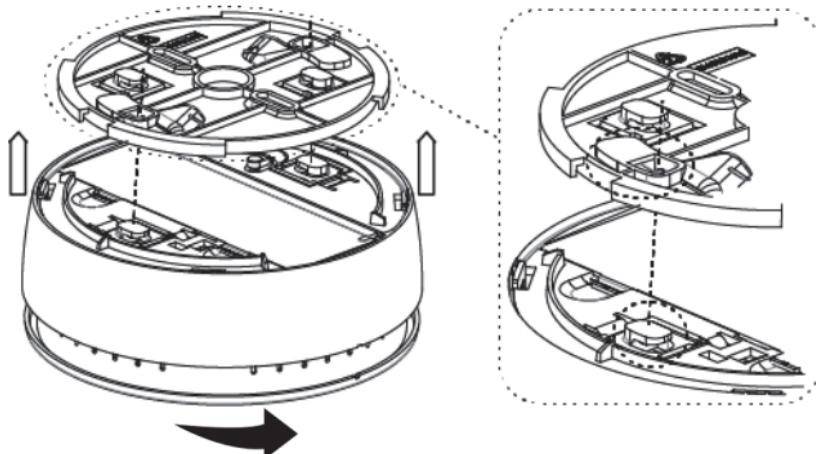

Figura 5
6. Per montare la sirena sulla staffa di installazione, allineare la base con la staffa, inserire i ganci della base negli appositi fori della staffa e poi ruotare la sirena per bloccarla (*vedi Figura 5*).